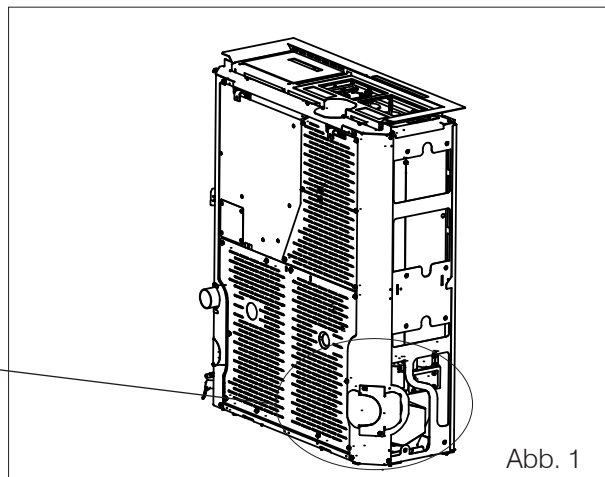

Abb. 1
1. Die zwei Schrauben lösen und die Abdeckung des Rauchabzugs (A) abnehmen. Siehe Abbildung 1 und 1a.